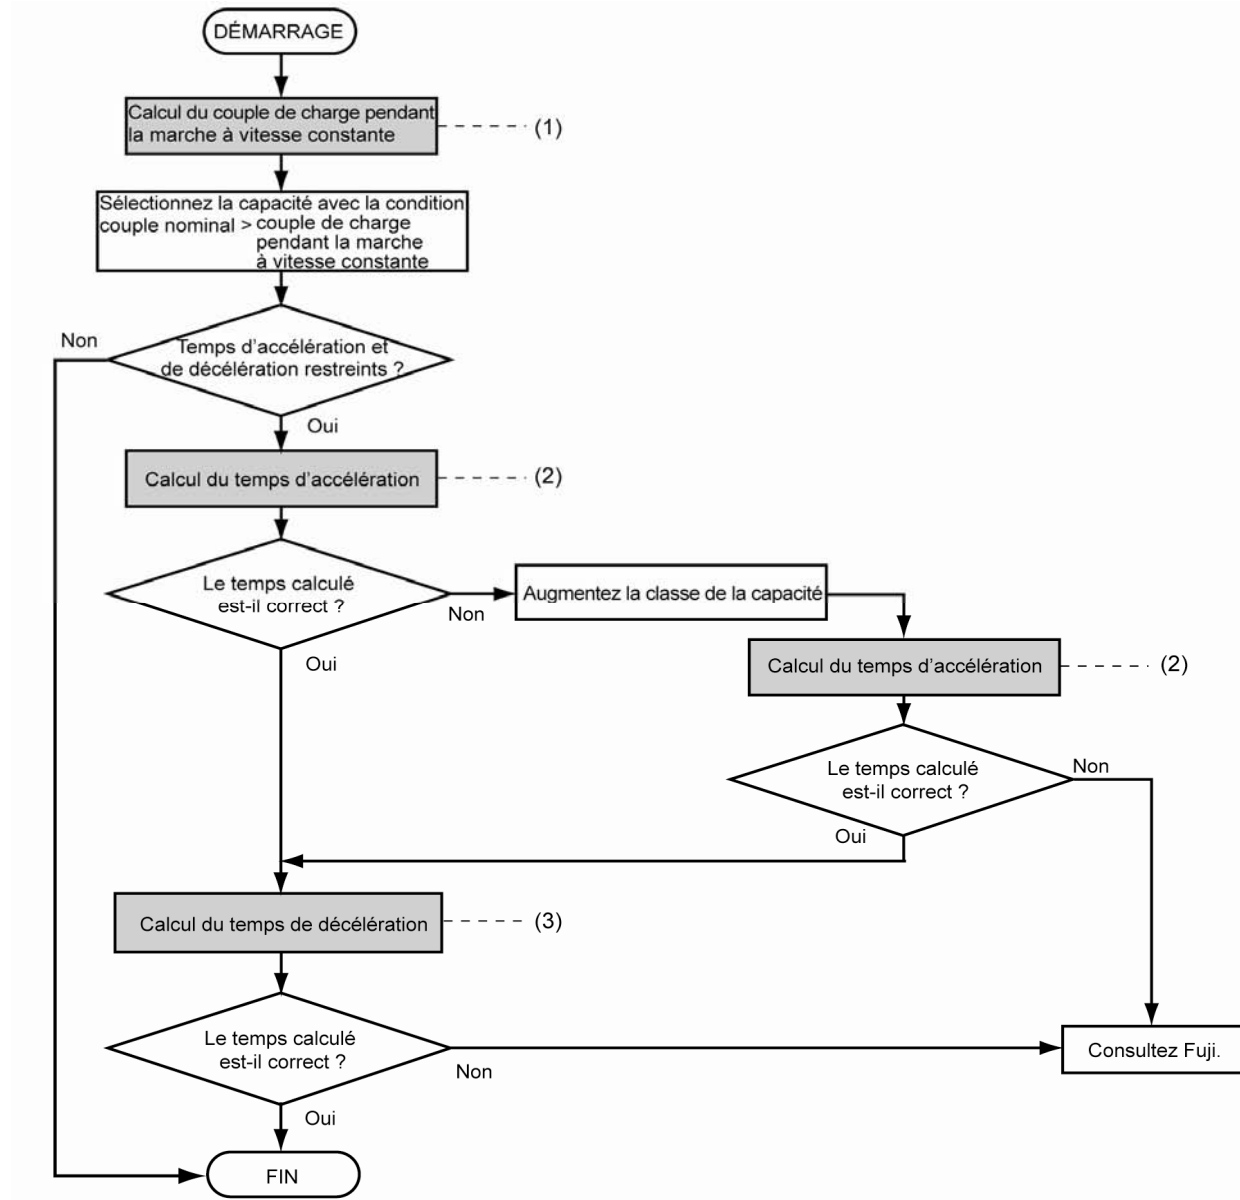

Figure 7.3 Procédure de sélection
La figure 7.3 indique la procédure générale de sélection des variateurs de vitesse optimaux. Les points numérotés de (1) à (3) sont décrits dans les pages suivantes.